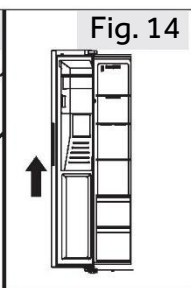

Fig. 14
4. Soulevez la porte pour la retirer (Fig. 14). Lorsque vous retirez la porte du congélateur, soulevez-la suffisamment pour pouvoir retirer le raccord d'eau du bas de l'appareil.